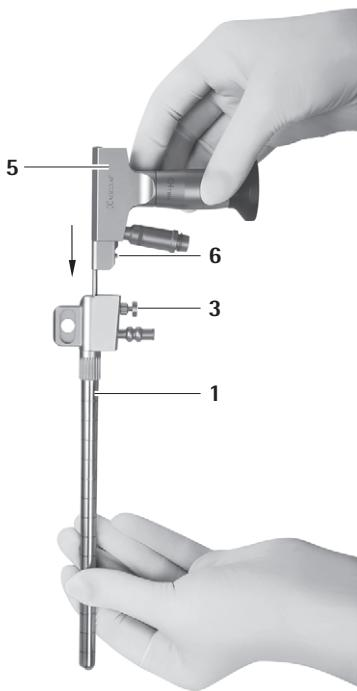

Рис. 2
- ▶ Зафиксировать эндоскоп 5 в троакаре MINOP InVent 1, см. Рис. 2.